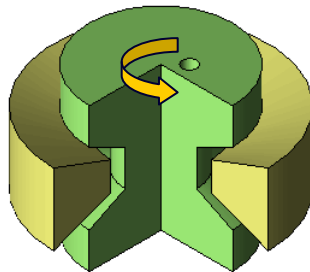
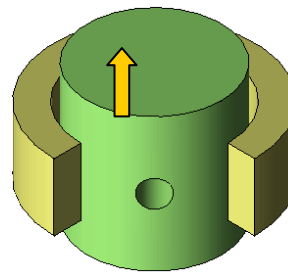

図 5 回転運動モデルの例
図 6 並進運動モデルの例
- ・**適応可能モデル**: 回転、並進ともに形状に制約はありません(図 5、図 6)。